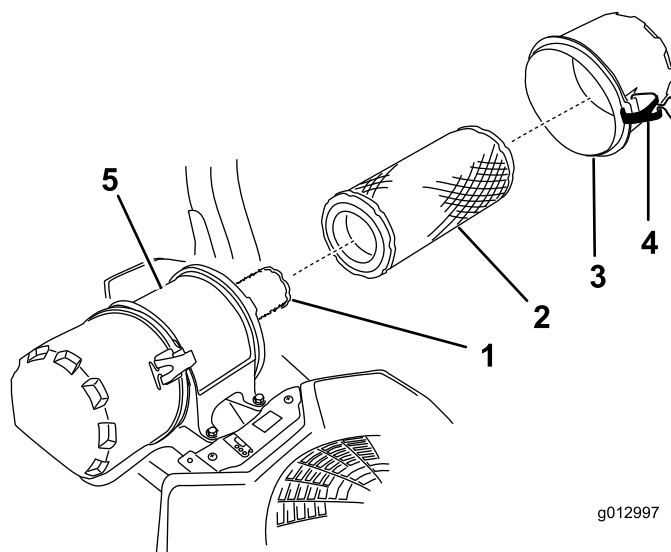

Figure 43
5. Reposez le couvercle d'entrée d'air et fixez-le avec les verrous (Figure 43).
6. Ouvrez les dispositifs de verrouillage du filtre à air et séparez le couvercle du corps du filtre (Figure 43).
8. Sortez le préfiltre du corps du filtre avec précaution (Figure 43).
2. Si vous remplacez l'élément intérieur, insérez-le avec précaution dans le corps du filtre (Figure 43).
3. Placez ensuite le préfiltre sur l'élément intérieur avec le même soin (Figure 43).
4. Remettez en place et verrouillez le couvercle du filtre à air (Figure 43).